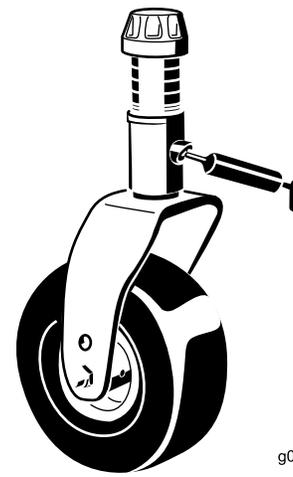

Figura 42
- Casquilho do eixo da forquilha da roda giratória (1) (Figura 42)
- Casquilhos articulados do braço intermédio (1) (no braço intermédio)